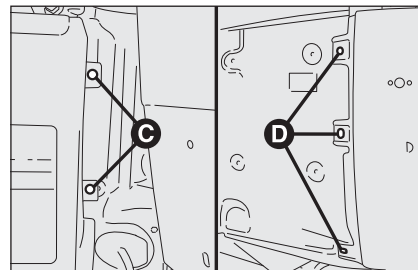

fig. 30c
- dévisser les deux fixations **C** côté porte battante arrière, repérables en ouvrant légèrement la porte fig. 30c;
- dévisser les trois fixations latérales **D** sur le côté longeron, repérables après avoir retiré la moulure latérale fig. 30c. Pour démonter la moulure, il faut dévisser les trois vis autofileteuses inférieures et couper avec précaution les cliquets à ressort pour éviter de les briser. En cas de rupture d'un ou de plusieurs cliquets, il faut les remplacer: